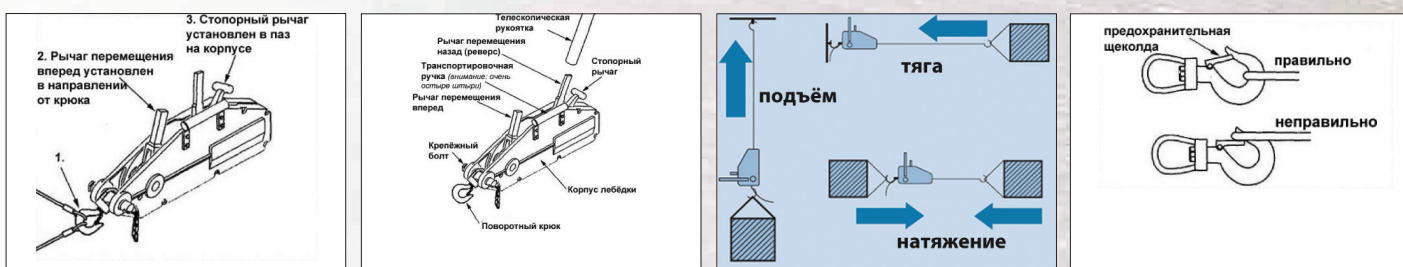

Рис.1
- Поскольку трос проходит через МТМ, то его длина неограниченна (см. рис. 1)